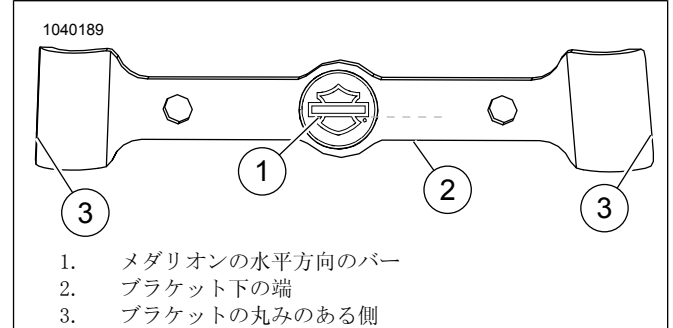

図2. メダリオンのアライメント
「図2」を参照。ブラケット(3)の両側が対称になりません。頂部の幅が底部の幅よりも狭いです。
「図2」を参照。メダリオンの水平バー(1)をブラケットの下端(2)に合わせます。これらの2つは平行である必要があります。
- ・ 「図2」を参照。ブラケット(3)の両側が対称になりません。頂部の幅が底部の幅よりも狭いです。